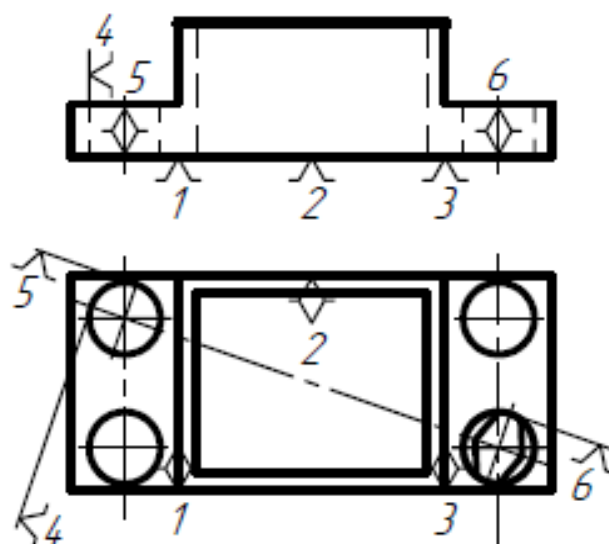

Рисунок 10. Схема базирования
2. В соответствии с выявленными технологическими базами и использованными установочными элементами разрабатываем схему базирования (рис. 10): для базирования плоскости (установочной базы) образовано три опорные точки (1, 2, 3); для базирования по первому отверстию (с помощью цилиндрического пальца) образовано еще две опорные точки (4, 5), а для базирования по второму отверстию используется срезанный палец (6) образующий 6-ю точку базирования.